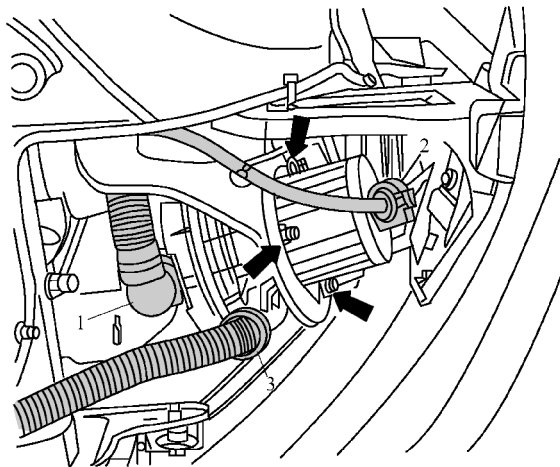

图 1-5-58 拆卸二次空气泵
(1) 如图 1-5-58 所示,拔下二次空气泵上的软管 1 和 3。
(2) 脱开插接器 2。
(3) 旋出螺母(箭头所示)并从支架上拆下二次空气泵。